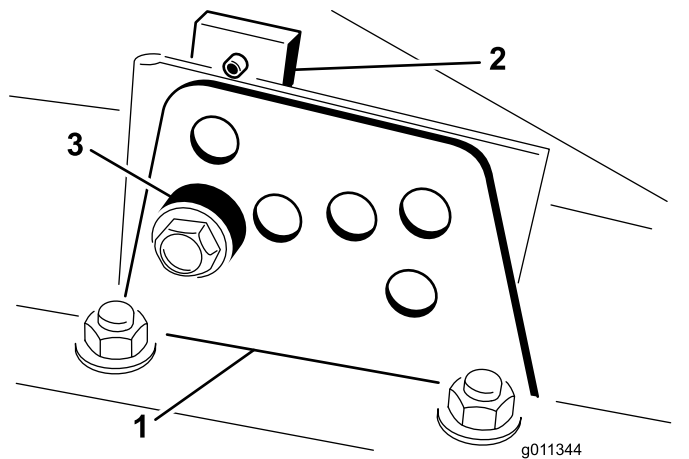

Figura 22
2. Slăbii urubul care fixează fiecare consolă pentru înălțimea de tăiere la placa pentru înălțimea de tăiere (față de fiecare parte), aa cum este indicat în Figura 22.
4. În timp ce susineți camera, îndepărtați distanțierul (Figura 22).